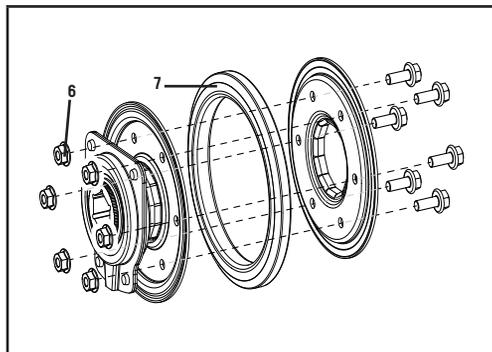

Figure 45
6. Dévissez les 6 boulons M6 x 16 (6) de l'assemblage du disque d'embrayage afin de jeter l'anneau en caoutchouc utilisé de la roue de friction (7) et de le remplacer par un anneau neuf. (figure 45).